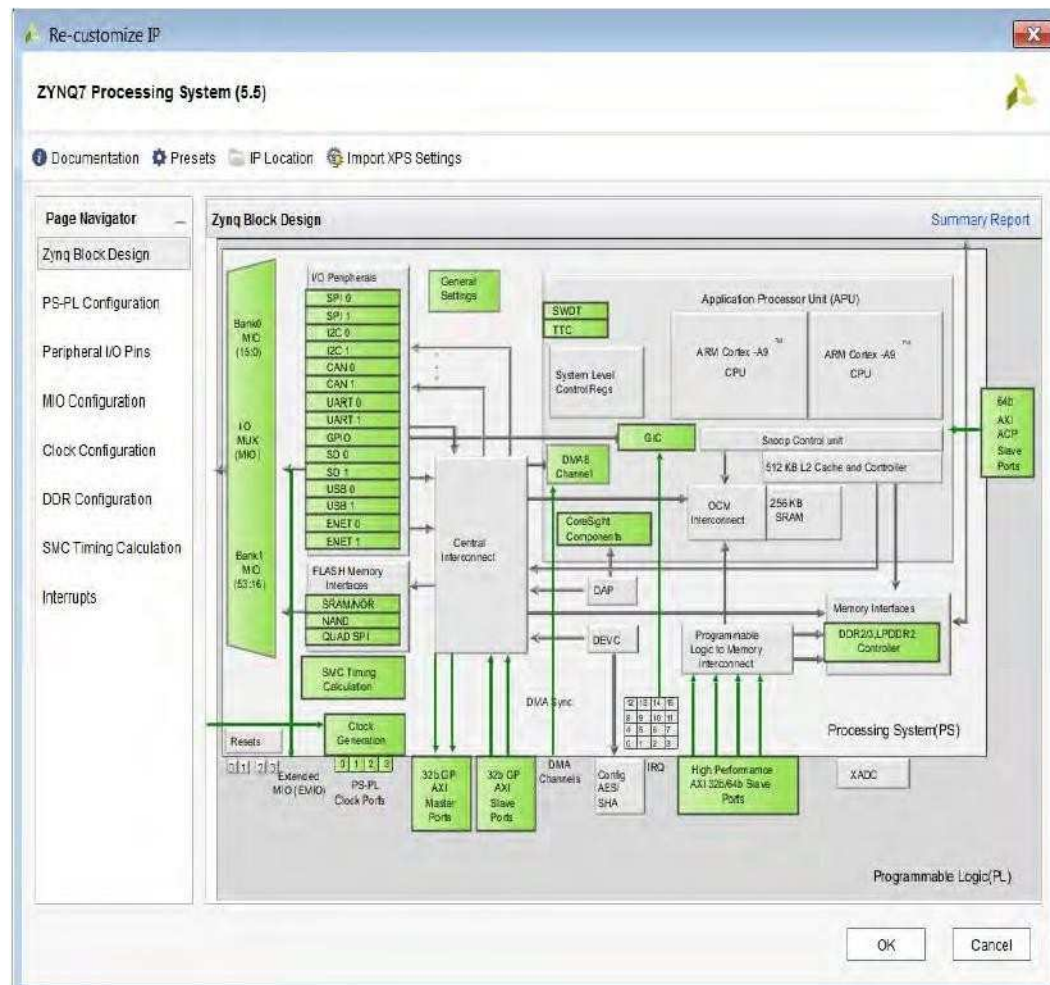

图 10-12:配置 Zynq SoC 。
- a. 点击 **Presets** 图标，选择 **ZC702** (图 10-12)。